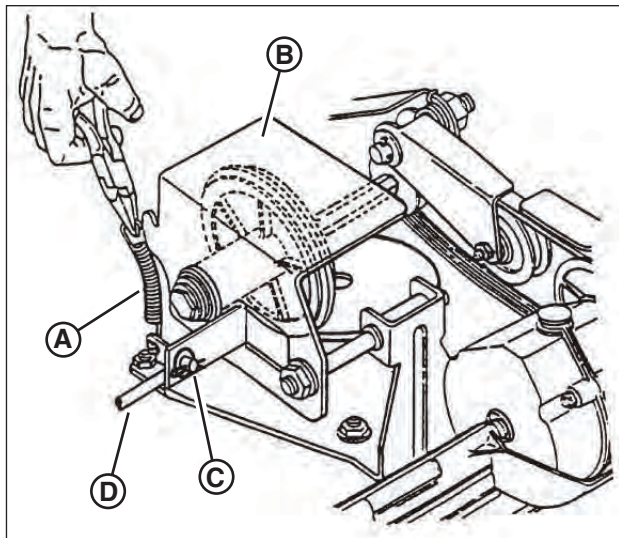

Figura 27: Ajuste del disco impulsado
2. Retire el resorte del disco impulsado (**A**, **Figura 27**) del conjunto del disco impulsado (**B**). También, retire el pasador y la arandela (**C**) de la varilla de transferencia (**D**), y retire el extremo de la varilla de transferencia del orificio en el conjunto del disco impulsado.
1. Retire el pasador y la arandela (**C**, **Figura 27**) de la varilla de transferencia (**D**), y retire el extremo de la varilla de transferencia del orificio en el conjunto del disco impulsado.